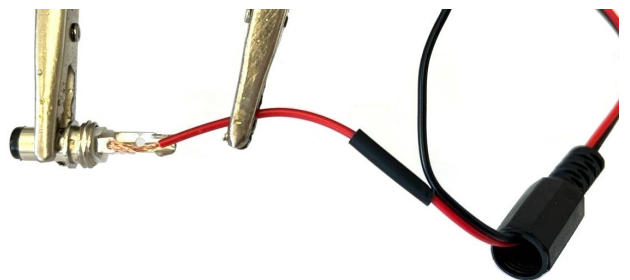

Abb. 16: An den Hohlstecker gelötete rotes Kabel
- (20) Schrauben Sie den HOHLSTECKER auf und ziehen Sie die Hülle über das andere Ende der Zwillingslitze. Isolieren Sie auch dieses ab und ziehen Sie die Kabel etwas auseinander. Ziehen Sie ein Stück Schrumpfschlauch über das rote Kabel.
- (21) Löten Sie das rote Kabel an das kurze Ende des Hohlsteckers (Abbildung 16)